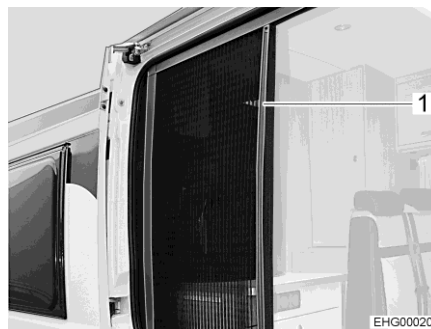

Bild 19 Insektsskydd
- Ta tag i listen (Bild 19,1) och drag ut insektsskyddet helt.
- Ta tag i listen (Bild 19,1) och ställ tillbaka insektsskyddet till utgångsläget.